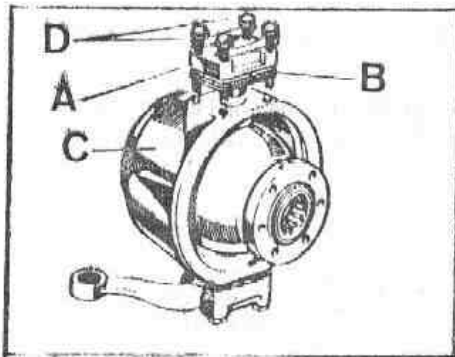
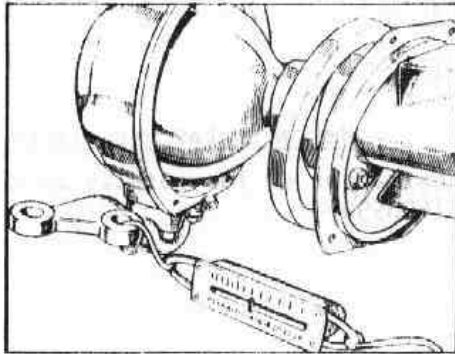

Fig. F-39 Soporte y pivote y conjunto del pivote
Fig. F-40 Verificación de la resistencia al giro del cárter del pivote
- 3.7. Montar el conjunto del pivote y soporte, A (Fig. F-39), en la parte superior del cárter del pivote, C, en unión de los suplementos, B, que se retiraron durante el desmontaje, con un grueso de 0,040" (1 mm). Los tornillos se apretarán alternativamente y por igual, pero no se frenarán las placas-fiador, D, en esta fase. Apretar a 7 mkg.
- 3.9. Utilizando el dinamómetro de muelle, sujeto al brazo de acoplamiento (Fig. F-40), se medirá la resistencia al giro del cárter del pivote, sin retén, - que debe quedar comprendida entre 5,4 y 6,3 kg, una vez vencida la inercia. El ajuste que sea preciso se realizará agregando quitando suplementos, B - (Fig. F-39) entre el conjunto soporte y pivote y el cárter del pivote, hasta conseguir la resistencia correcta del giro.